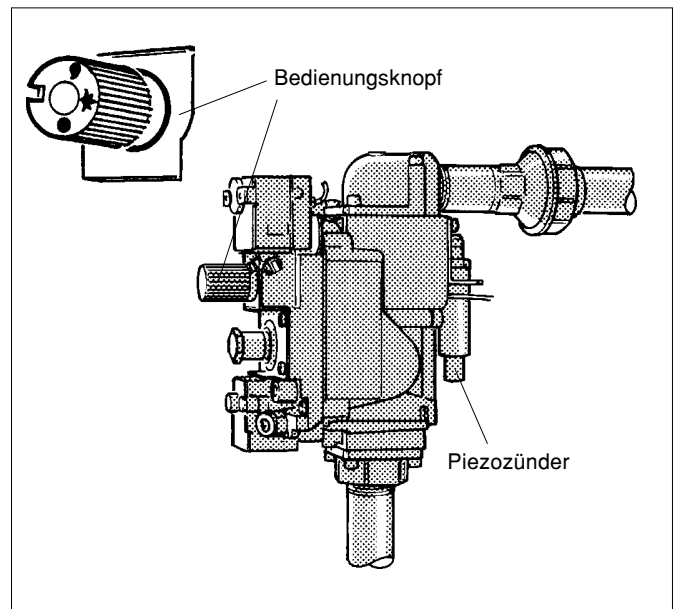

Abb. 6
- Bedienungsknopf der Gasbrennerarmatur im Uhrzeigersinn bis zum Anschlag auf Symbol "Punkt" drehen, dabei leicht eindrücken (Abb.6).